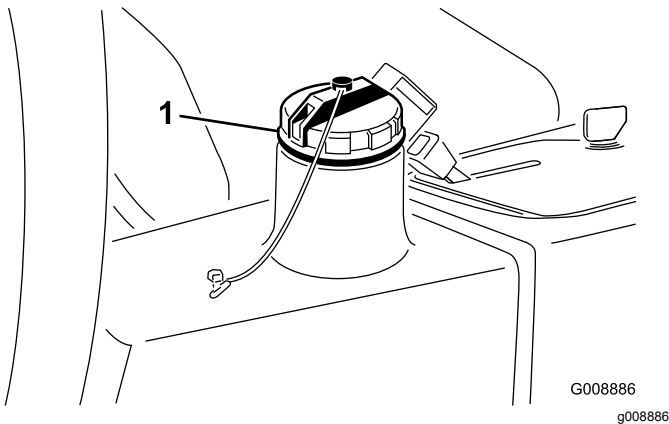

図 80
4. 油圧オイルタンク 図 80 に約 13.2 リットルの油圧オイルを入れる 油圧システムを点検する (ページ 23)を参照。